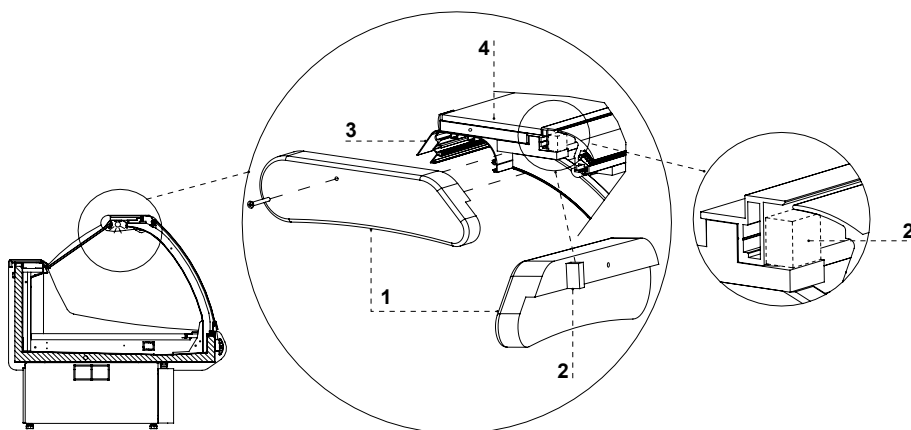

Abb.6 Befestigung der ABS-Blende der Lampe („SP“-Fertigung)
3. Die ABS-Blende für die Lampe einbauen Abb.6/1 (S.32)
4. Das Glasfach einbauen Abb.6/4 (S.32)